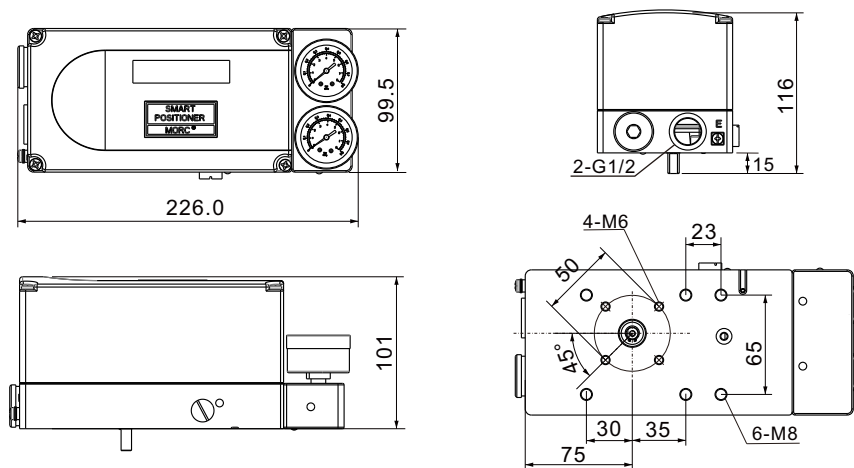

图3 外形尺寸图
2、利用固定螺栓连接安装支架和MSP-25L，安装方法如图3所示。固定螺栓规格为M8\*1.25P。